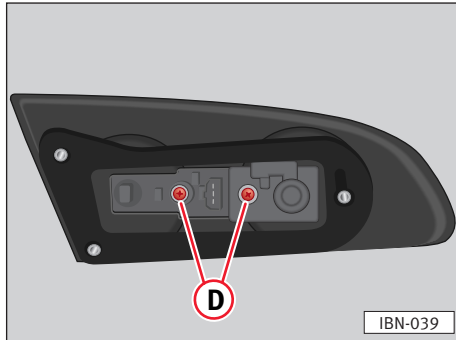

Abb.162
- Die Schrauben ⇒ Abb.162 (D) herausdrehen und den Lampenhalter abziehen.